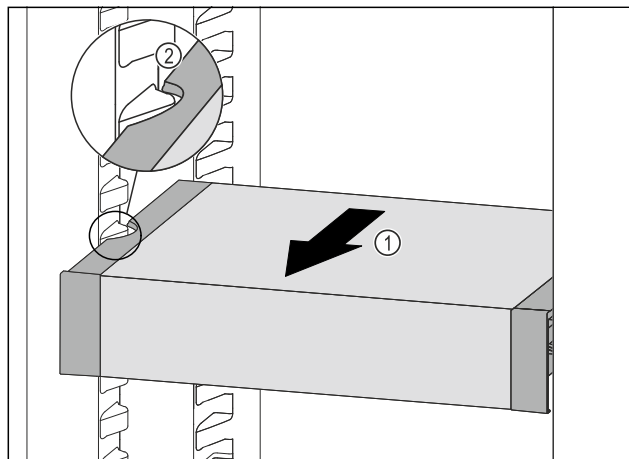

Fig. 111
- Húzza előrefelé a VarioSafe fiókot annyira Fig. 111 (1), hogy a VarioSafe oldalsó kivágásai a hűtőrésszen a tartó-borda magasságában legyenek. Fig. 111 (2)